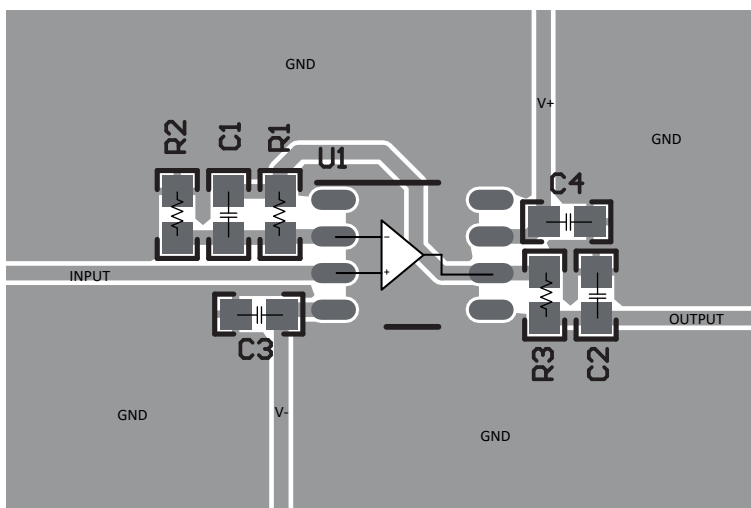

Figure 33. 同相配置的运算放大器电路板布局
- 外部组件的位置应尽量靠近器件。如 Figure 33 所示，使  $R_F$  和  $R_G$  接近反相输入可最大限度地减小寄生电容。